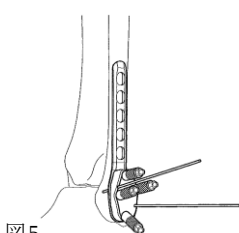

図5
- 5) 骨折線をまたいでプレートを設置し、13 ガイドピンにて仮固定します。（図5）